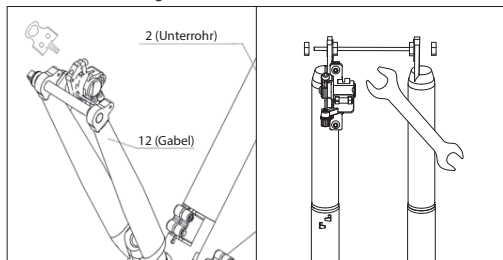

Abbildung 4-1
- Ziehen Sie den Kunststoffspan vom Bremsattel ab, wie in **Abbildung 4-1** gezeigt.